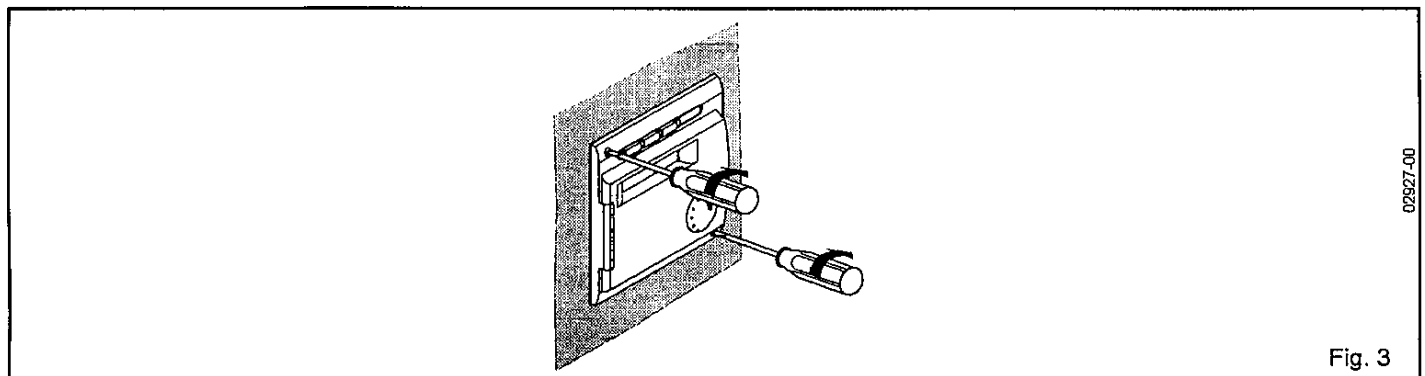

Fig. 3
- à l'aide des deux vis situées en façade du régulateur (fig. 3), serrer les leviers de fixation.